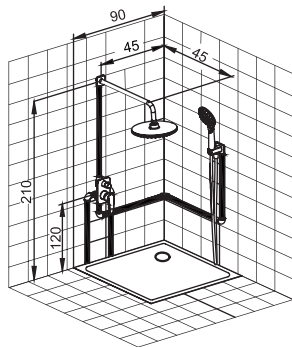

Рис. 1 / 1 сур.
Встраиваемый смеситель с дивертором и двумя выходами предназначен для подключения двух точек водопотребления, например, верхнего душа и душевого шланга (рис. 1).
2. В намеченном месте установки душевой системы необходимо подготовить нишу для установки корпуса смесителя, выхода с держателем ручной лейки, кронштейна тропического душа, излива\*. Нишу подготавливают путем шпательования стены. Глубину ниши и ее размеры необходимо предусмотреть с учетом размеров элементов душевой системы. При определении глубины ниши необходимо учесть толщину будущей отделки и глубину, на которую могут быть установлены элементы душевой системы от поверхности будущей стены с отделкой. Справочные размеры указаны на рис. 1.